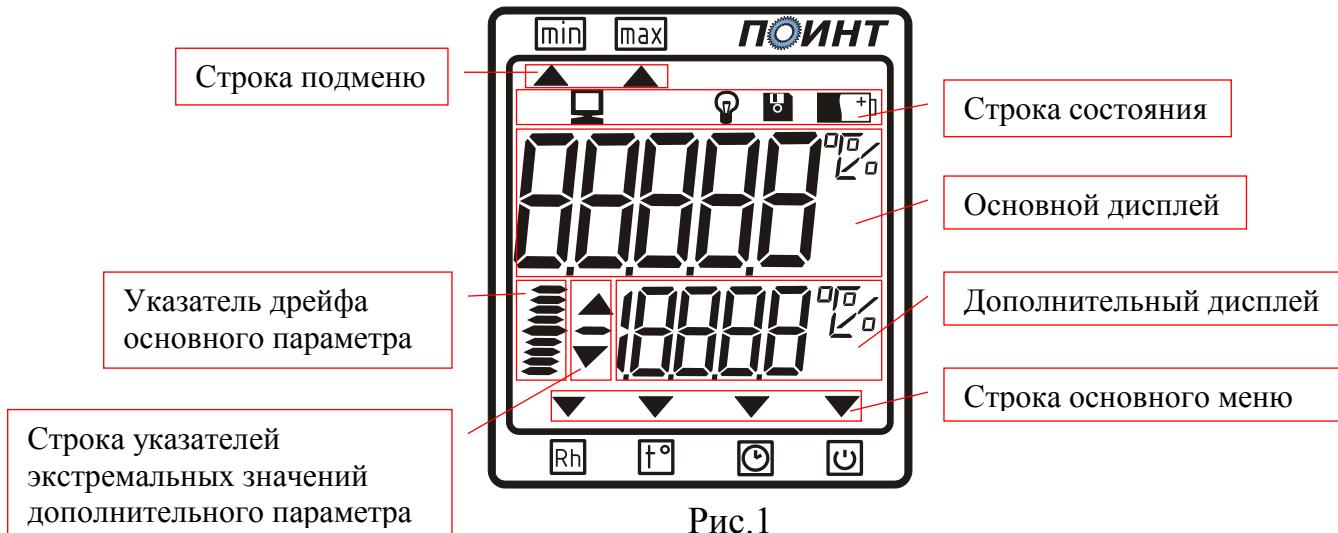

Рис.1
3.2. На лицевой панели измерителя расположены цифровой индикатор (рис. 1), служащий для отображения информации, и две кнопки управления. В верхней части прибора расположен разъем для подключения датчиков. На задней панели измерителя находится крышка батарейного отсека.
4.4. Описание основного дисплея. Измеритель имеет четыре рабочих режима: режим измерения влажности, режим измерения температуры, режим отображения текущего времени, режим выбора времени работы измерителя. Переключение между этими режимами производится нажатием левой кнопки измерителя. В зависимости от положения указателя «▼», который расположен в строке основного меню (рис.1), можно определить, в каком режиме находится измеритель. Так, при положении указателя над значком  прибор будет настроен на режим измерения влажности,  - режим измерения температуры,  - режим отображения текущего времени,  - режим выбора времени работы измерителя (режим выключения). В зависимости от выбранного режима на основном дисплее отображается текущее значение измеряемого параметра. В режиме отображения текущего времени при нажатии на правую кнопку на индикаторе отображается текущий месяц, число и год. Установка этих параметров приведена в п. 0.